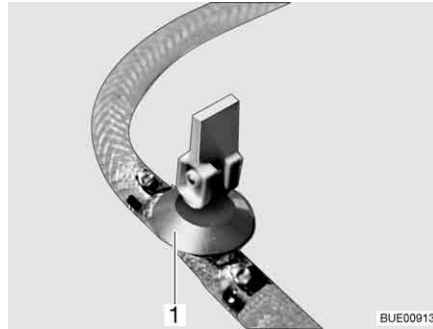
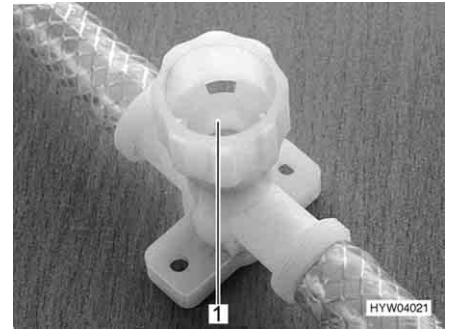

Fig. 239 Robinet de vidange (avec levier à bascule)
Fig. 240 Robinet de vidange (avec capuchon tournant)
- Fermer tous les robinets de vidange. Placer pour ce faire le levier à bascule (Fig. 239,1) à l'horizontale ou faire tourner le capuchon du robinet de vidange (Fig. 240,1) dans le sens des aiguilles d'une montre.